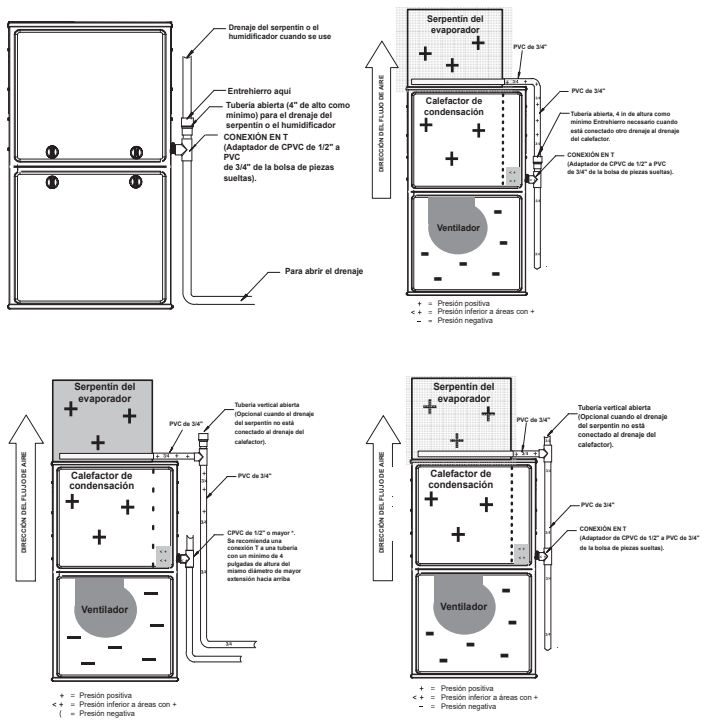

Fig. 12 – Ejemplo de conexión del drenaje in situ
- Todas las tuberías de condensación son de PVC de al menos 3/4 in y hay una conexión de descarga en T en la parte superior de la tubería de drenaje de condensación, como se muestra en la Fig. 12.